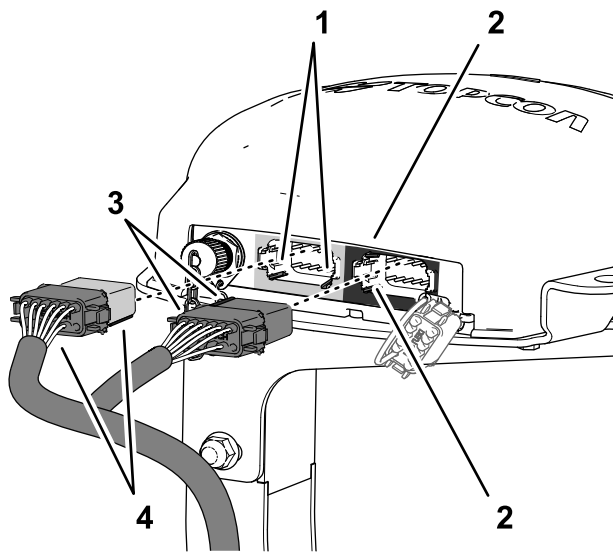

Figura 161
2. Alinee las 2 pestañas de la cara larga del conector hembra de 12 vías del arnés de datos marcado AGI4 A KEY (GREY) con las 2 muescas del lado horizontal inferior del conector de 12 pines izquierdo (gris) del receptor de navegación (Figura 161).
3. Enchufe el conector AGI4 A KEY (GREY) del arnés de datos en el conector izquierdo (gris) de 12 pines del receptor de navegación hasta que los cierres del conector se enganchen firmemente (Figura 161).
4. Alinee las 2 pestañas del lado corto del conector hembra de 12 vías—arnés de datos marcado AGI4 B KEY (BLACK) con las 2 muescas del lado izquierdo vertical del conector de 12 pines derecho (negro) del receptor de navegación (Figura 161).
5. Enchufe el conector AGI4 B KEY (BLACK) del arnés de datos en el conector derecho (negro) de 12 pines del receptor de navegación hasta que los cierres del conector se enganchen firmemente (Figura 161).